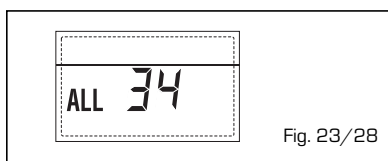

Fig. 23/28
**- ANOMALIA COMUNICAZIONE SCHEDINO RS-485 E SCHEDINO RS-485 "ALL 35" (fig. 23/29)**